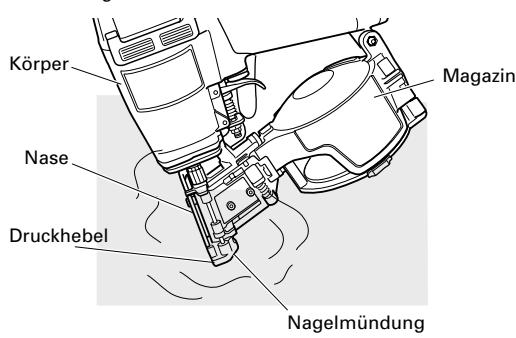

Abb. 15
- (1) Nur den Bereich um die Nagelmündung in Lösungsmittel eintauchen und nicht den Zylinder oder das Magazin eintauchen. (Siehe **Abb. 15**.)